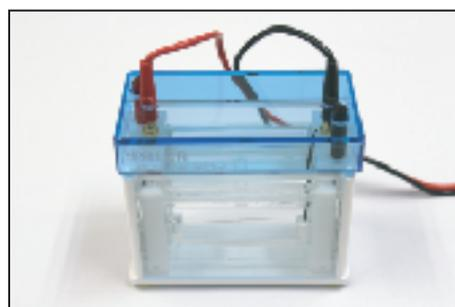

図 7
1. サンプルアプライ後、セルベースにセルカバーをセットします。この時、セルベース側のリムーブガイドの色と、セルカバーのケーブルの色が合うようにセットして下さい。(図7) セルカバーは一方向にしかセットできない構造になっています。